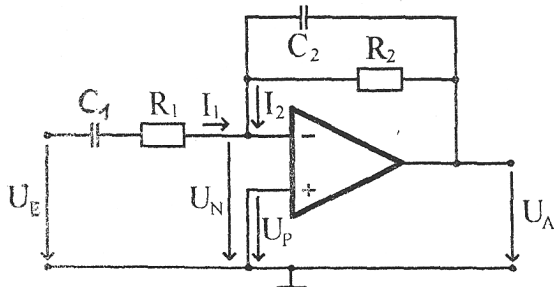

Abbildung 12: Bandpassfilter
Mit der invertierenden Grundsaltung lässt sich auf einfache Weise ein frequenzselektiver Verstärker aufbauen. Ein solcher aktiver Filter weist gegenüber passiven Aufbauten eine deutlich höhere Flankensteilheit auf. Die Trennung zwischen dem Nutzsignal und dem zu unterdrückenden Signal erfolgt hierdurch sehr viel schärfer. Abb. 12 zeigt ein Bandpassfilter, das
Für die Schaltung in Abb. 12 ist
- **Bandpassfilter** (Abb. 12)